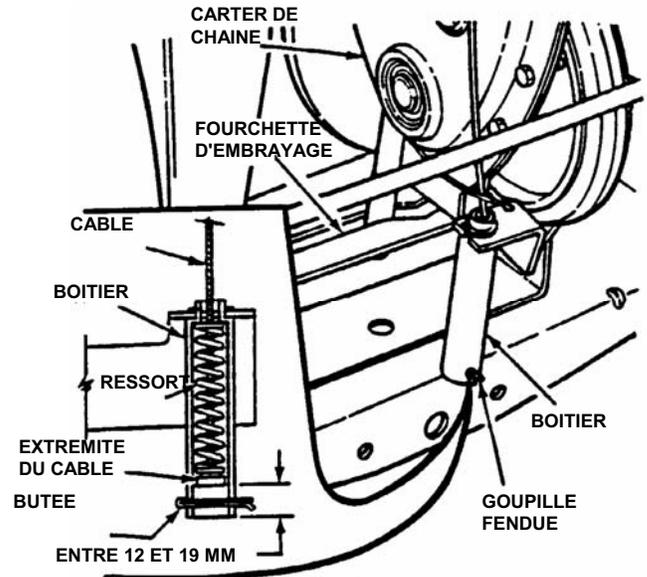
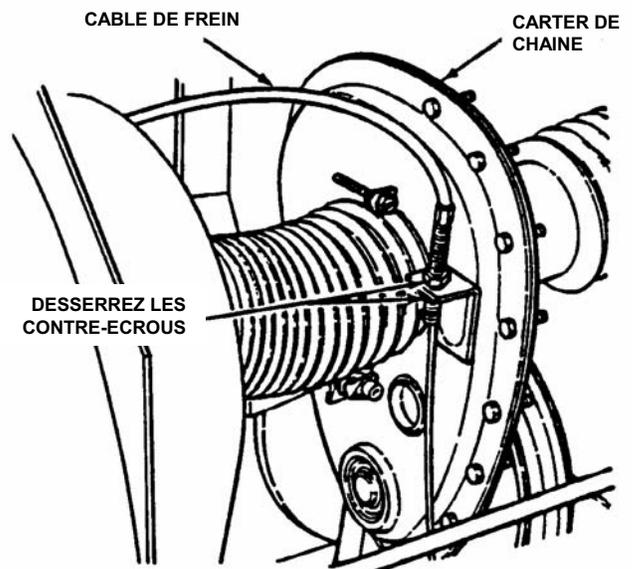

FIGURE 4.8
FIGURE 4.9
5. Mesurez la distance entre l'extrémité du câble de frein/d'embrayage et le bas du boîtier. Cette distance ne doit pas être inférieure à 12 mm et pas supérieure à 19 mm. Voir la figure 4.8.
6. Si la distance mesurée est inférieure à 12 mm ou supérieure à 19 mm, desserrez les deux contre-écrous. Voir la figure 4.9. Maintenez le câble de frein/d'embrayage sur le support du carter de chaîne.
7. Tendez ou détendez le câble en réglant les contre-écrous. Vous devez obtenir une distance entre l'extrémité du câble de frein/d'embrayage et le bas du corps comprise entre 1,3 et 1,9 cm (réglage représenté dans l'encadré de la figure 4.8). Voir la figure 4.9.
5. Mettez le levier de vitesse au point mort (N).
6. Faites tourner la fourchette d'embrayage à la main (la fourchette d'embrayage est représentée sur la figure 4.9) et faites passer la courroie entre le disque de direction et le disque de direction en caoutchouc.